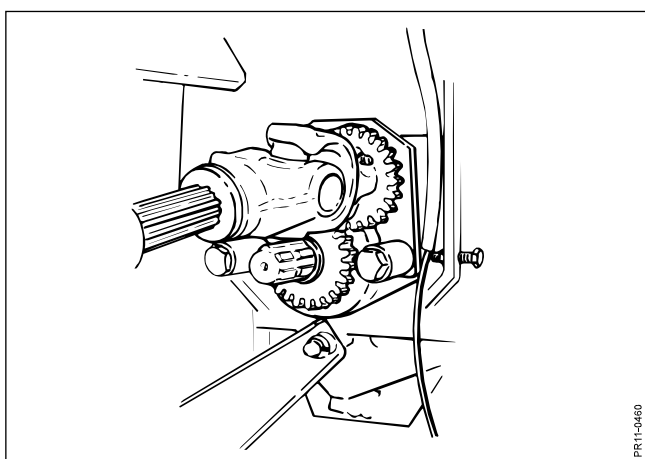

Fig. 4-31
- Fig. 4-31** 4. KO-akslen for rotoren monteres på den frie tap på rotorhuset. KO-akslen skal fastlåses på pos. 2, hvorved tandhjulene kommer i indgreb og rotoren vil køre med modsat omdrejningsretning.